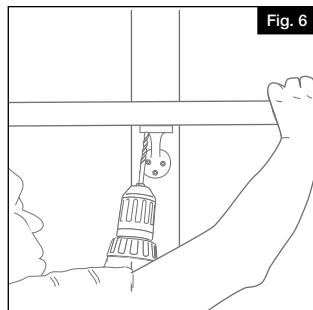

Fig. 6
- Después de instalar el pasamanos, taladrar el larguero del pasamanos con una broca de $\frac{13}{64}$ " (0,5 cm) y fijar el soporte al larguero con los sujetadores suministrados (Fig. 6).